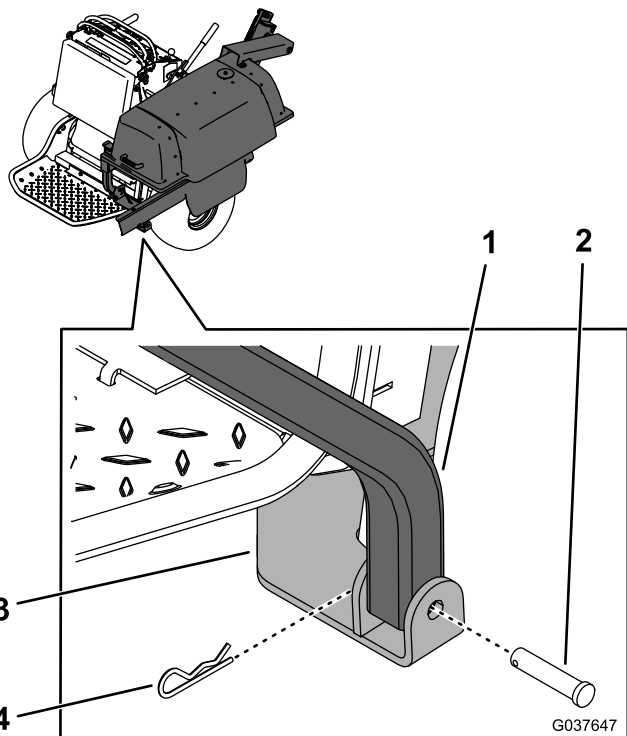

Figura 13
- Com a ajuda de outra pessoa, eleve a estrutura do depósito de recolha e prenda o lado traseiro inferior da estrutura no suporte de montagem inferior utilizando um passador de forquilha e um perno de gancho (Figura 13).